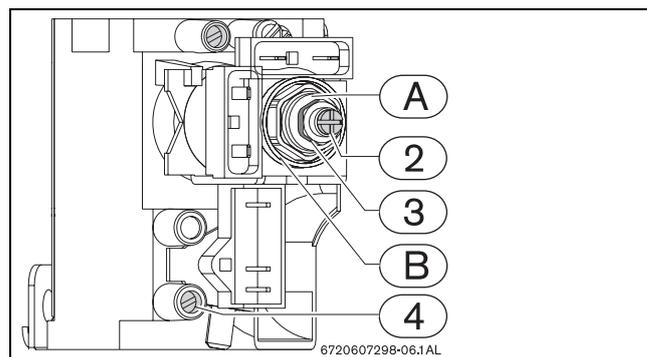

Fig. 7
- ▶ Placer le sélecteur de température (→Fig. 7, rep. 2) en position 1.
- ▶ Appuyer sur la touche état du brûleur (→Fig. 7, rep.4) et, tout en la maintenant enfoncée, placer l'interrupteur principal sur la position On (1) (→Fig. 7, rep. 3).
- ▶ En utilisant la vis de réglage (→Fig. 7, rep. 2) régler la pression jusqu'à atteindre les valeurs indiquées dans le tableau 3.